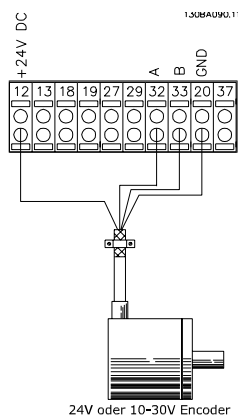

Abbildung 5.5 Anschlussplan
1. Vergewissern Sie sich, dass der Drehgeberanschluss *Abbildung 5.5* entspricht: